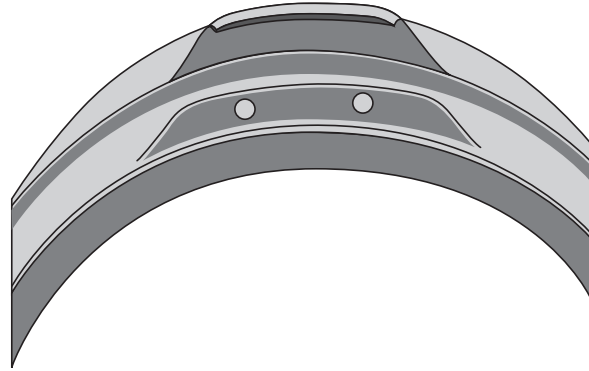

Fig. 4
6. Percer lentement chaque trou en veillant à ce que le foret traverse entièrement la languette de la mâchoire inférieure, sans endommager ni percer tout autre composant de la pièce faciale (Fig. 4). Tout excédent de plastique présent autour des trous percés peut être retiré avec une lime.